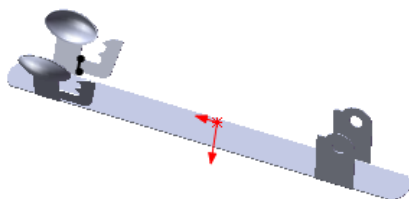

图 15.4.41 绘制的折弯线
② 定义折弯线草图。在草图环境中绘制图 15.4.41 所示的折弯线。